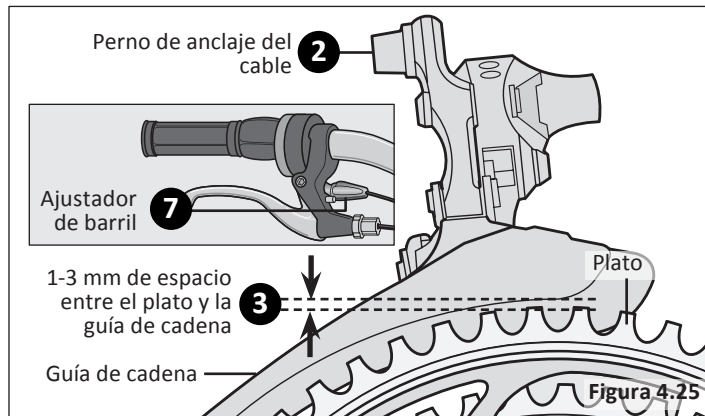

Figura 4-25
- ➋ Desconecte el cable de cambio delantero del perno de anclaje del cable. **Figura 4.25**
- 1 Temblores:** Apriete el freno delantero y empuje el manillar atrás y adelante, adelante y atrás. O, si la bicicleta está en un soporte de montaje y se ha quitado la rueda delantera, empuje y tire de las horquillas. Si siente una sensación de golpeteo o "sonido metálico" significa que el juego de dirección está demasiado flojo. **Figura 4.25**